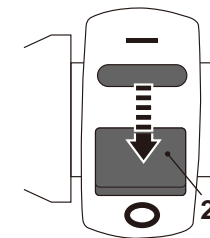

Fig. 37
- > Deje que el producto funcione en ralentí durante unos 20 a 30 segundos y, a continuación, coloque un interruptor de encendido (2 o 28) en la posición "O" (Fig. 37).
- > Mueva la palanca de combustible (31) hacia la izquierda hasta la posición de apagado **OFF**.
- > Deje la palanca de ahogue (32) en su posición de apertura **OPEN**.